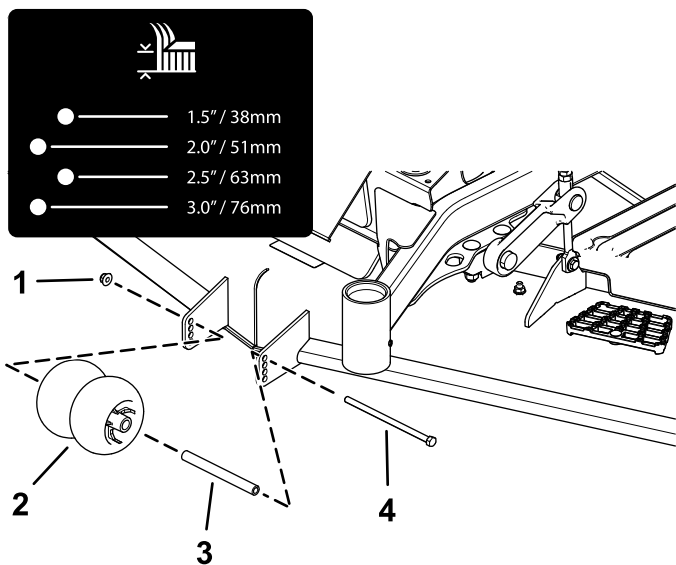
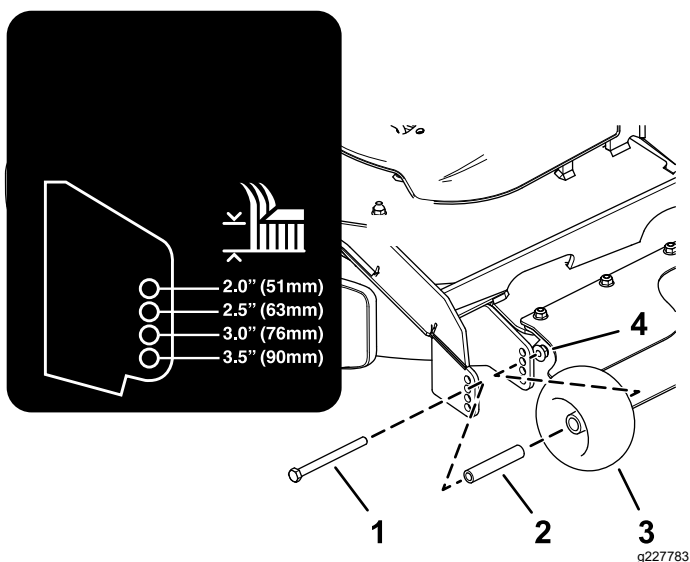

Figura 26
Figura 27
- Remova os rolos antidanos como se mostra na Figura 26 e na Figura 27.